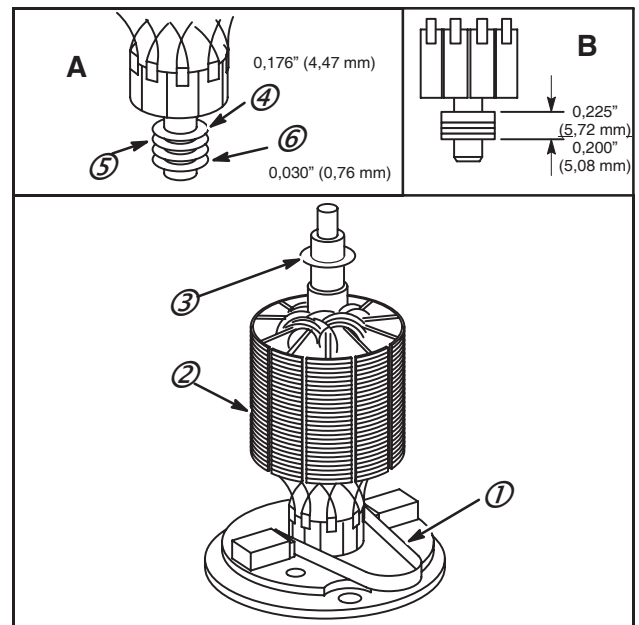

Fig. 37
Montage du démarreur – Montage du rotor sur le couvercle, Fig. 37
1. Placer à fond dans leurs logements les ressorts et les balais dans le couvercle, les maintenir dans cette position grâce aux ressorts pour balais (1), Fig. 37.
2. Placer les rondelles de butée sur l'arbre du rotor dans l'ordre indiqué, vue détaillée "A" : rondelle feutre (4), rondelle en acier (6) puis ajouter les rondelles en plastique gris (5) comme indiqué sur la Fig. 37, vue détaillée "B". (System 3®, 4®)
3. Veiller à ce que les balais ne touchent pas le collecteur puis glisser l'axe du rotor dans le palier du couvercle, Fig. 37.
9. Si nécessaire, placer ou retirer les rondelles en plastique gris entre le rotor et le couvercle pour ajuster le jeu latéral pour un mouvement de rotor de 0,13 à 0,64 mm. (System 3®, 4®), Fig. 37.